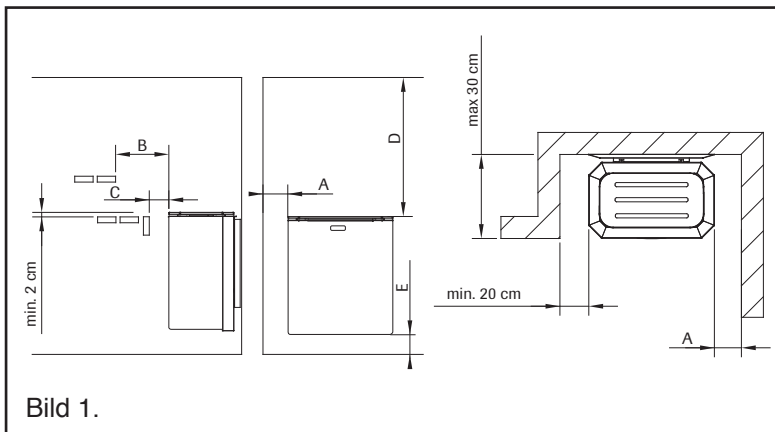

Bild 1.
- NARVI NC-bastuaggregat på 6,0 kW kan även installeras i en nisch i väggen och då ska skyddsavstånden enligt bild 1 iaktas.